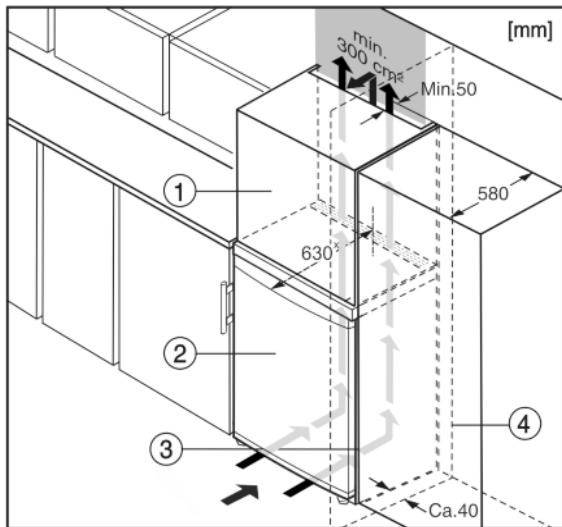

Fig. 10
- (1) Дополнительный шкафчик*
(2) Устройство*
(3) Кухонный шкаф*
Устройство может быть окружено кухонными шкафами. Чтобы уравнять устройство *Fig. 10 (2)* по высоте с кухонной стенкой, можно установить над устройством дополнительный шкафчик *Fig. 10 (1)*.
При комбинировании с кухонными шкафами (глубина макс. 580 мм) устройство можно установить непосредственно рядом с кухонным шкафом *Fig. 10 (3)*. Устройство выступает сбоку на 34 мм x и по центру на 50 мм x относительно передней стенки кухонного шкафа.*
Если устройство установлено на шарнирах у стены *Fig. 10 (4)*, то расстояние между устройством и стеной должно быть не менее 40 мм. Настолько выступает ручка при открытой дверце.*